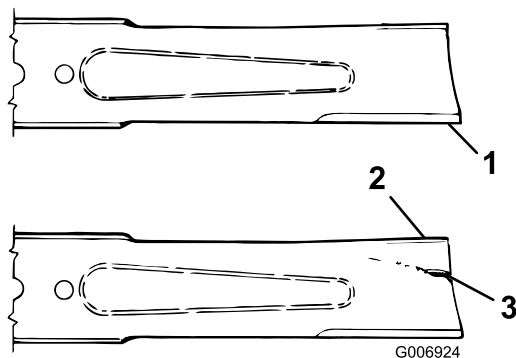

図 84
3. ブレードの切っ先を注意深く観察、特に、直線部と曲線部が交わる部分をよく観察する 図 84。
4. 磨耗が進んでいる場合 図 84 には、ブレードを交換する ブレードの取り外しと取り付け \(ページ 59\) を参照。